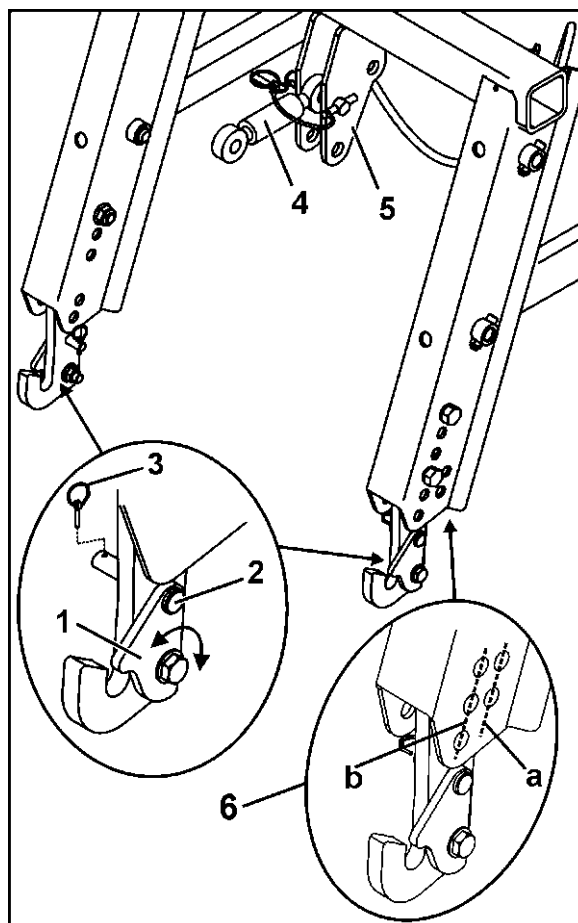

Fig. 48
- Перед сцеплением следите за тем, чтобы фиксирующие планки (Fig. 48/1) были наклонены вперед.
4. Установите фиксирующие планки (Fig. 48/1) над втулками нижних тяг и застопорите каждую из них пальцем (Fig. 48/2) и пружинным фиксатором (Fig. 48/3).
5. Подсоедините верхнюю тягу (Fig. 48/4) к верхним точкам сцепки сеялки и подъемную раму (Fig. 48/5) с помощью пальца и застопорьте пружинным фиксатором.
Используйте различные возможности резьбового соединения захватных крюков (Fig. 48/6), таким образом, чтобы движущуюся следом сеялку можно было закрепить как можно ближе к катку.
- в позиции (Fig. 48/a) для катков небольшого размера,
- в позиции (Fig. 48/b) для катков большого размера.